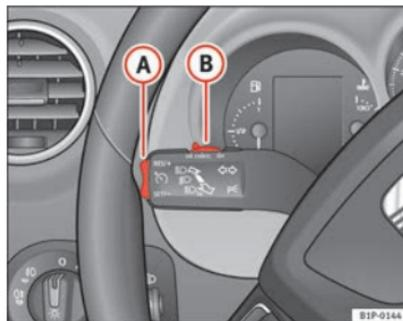

Fig. 131 Alavanca das luzes indicadoras de mudança de direcção e dos máximos: comutador e botão basculante para o regulador de velocidade
- Empurrar o cursor ⇒ Fig. 131 (B) para esquerda para **ON**.